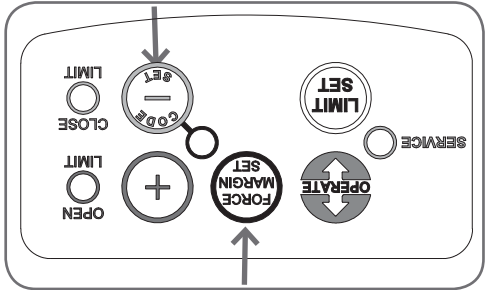

Fig. 6.5.4
- Maintenez le bouton FORCE MARGIN SET enfoncé (Fig. 6.5.4) et appuyez sur le bouton moins (-). À chaque pression sur le bouton, la marge de force diminue. La diode de limite de fermeture clignote à chaque fois que vous appuyez sur le bouton Plus pour indiquer une diminution de la force.